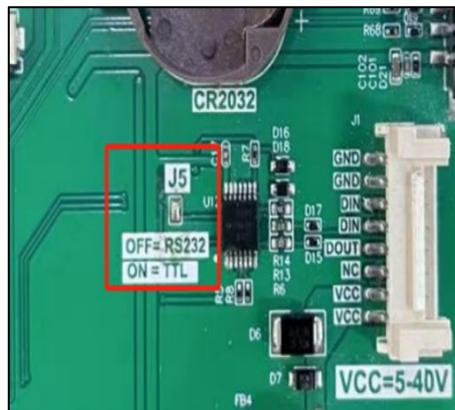

图 3-11 J5 焊点焊接情况
2、检查电平（232、TTL、485）若屏上有 J5 焊点的型号，可以短接 J5 切换到 TTL 电平，断开使用 232 电平，如下图 3-11 所示。